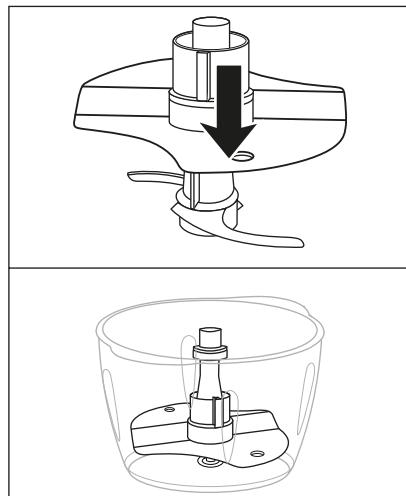

Fig. 1
1) Coloque el recipiente ⑨ sobre el anillo antideslizante ⑪.
2) Coloque el disco emulsionador ⑫ sobre el portacuchillas ⑦:
- Para montar de 200 a 400 ml de nata, coloque el disco emulsionador ⑫ sobre el portacuchillas ⑦ de forma que el disco emulsionador ⑫ quede sobre las dos partes de la cuchilla ⑧ y encastre (fig. 1):